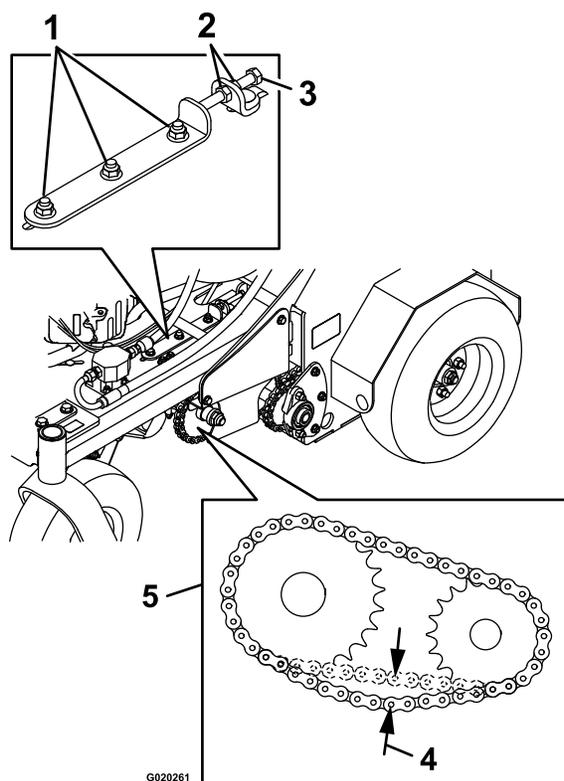

Figure 16
4. Desserrez les écrous sur les trois boulons de support hydraulique et les deux sur le boulon de réglage, comme montré à la Figure 16. Les écrous sur les boulons de support hydraulique doivent être desserrés des deux côtés .